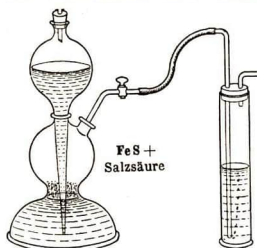

Abb. 445. Herstellung von  $\text{H}_2\text{S}$
Im Laboratorium stellt man es her aus dem künstlichen Schwefel-eisen ( $\text{FeS}$ ) durch Übergießen mit Salzsäure (Abb. 445):
b) Es **löst sich in Wasser** (Abb. 445). Am Lichte scheidet sich in diesem Wasser milchigweißer Schwefel ab.